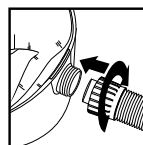

FIGURE 29
42. Réinsérez le tuyau dans l'admission et serrez l'écrou autobloquant. **FIGURE 29.**